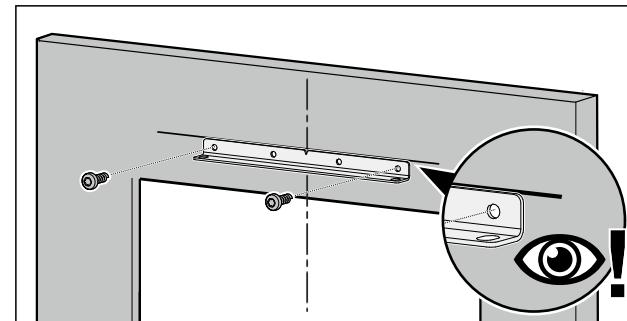

*Fig. 93*
- ▶ Odstranite vijke. Fig. 93 (1)
- ▶ Snemite montažni kotnik. Fig. 93 (2)